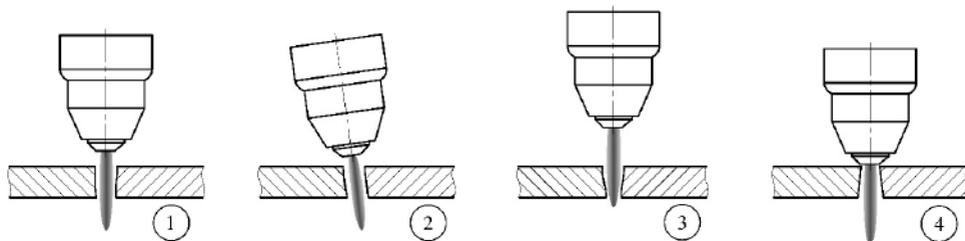

Рис. 9.1.3. Влияние угла наклона плазмотрона на качество реза.
3. Угол наклона плазмотрона к разрезаемому металлу (См. рис. 9.1.3).